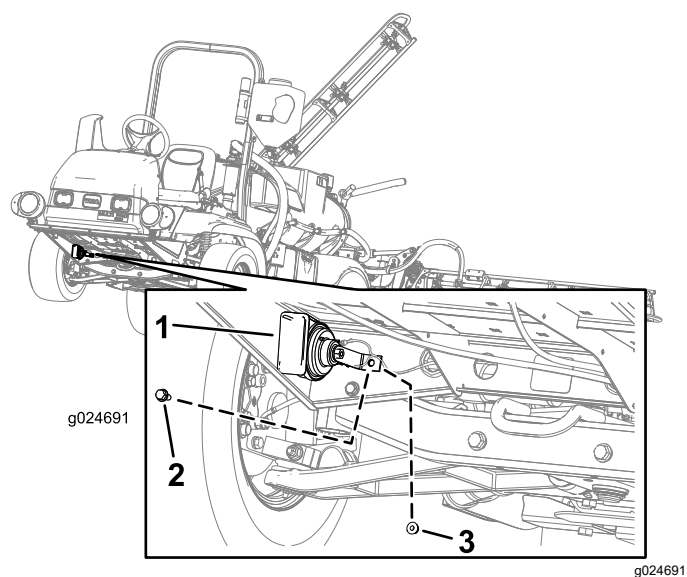

図 3
1. ホーンアセンブリの穴を、機体の右前側にある穴に合わせる図3。
2. 六角ヘッドねじ5/16-18 x 3/4 インチを、ホーンアセンブリの穴から機体フレームに通す図3。
3. ホーンアセンブリを機体に取り付ける六角ヘッドねじ5/16-18 x 3/4 インチとフランジナット5/16-18を使い、図3に示すように取り付ける。